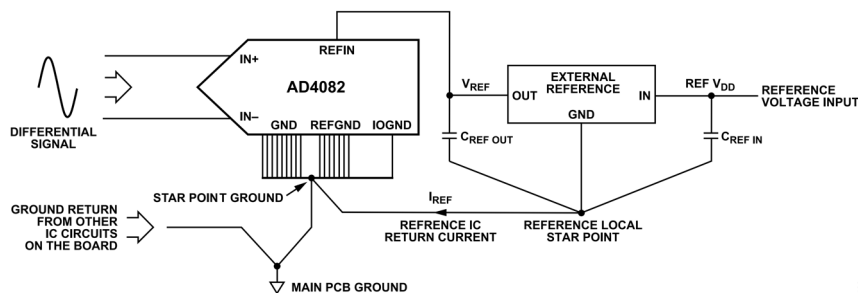

図 107. AD4082 外部リファレンス・グラウンド接続
- ▶ 図 107 に、グラウンド (GND)、リファレンス・グラウンド (REFGND)、およびデジタル・グラウンド (IOGND) の推奨される接続を示します。リファレンス IC の電流帰還経路を、PCB 上の他の回路からの電流帰還ループと同じ電流ループ内に保持しないことを推奨します。図 107 に示すように、リファレンスのローカル・スター・ポイントを PCB の最上層の ADC スター・ポイント・グラウンドに接続します。